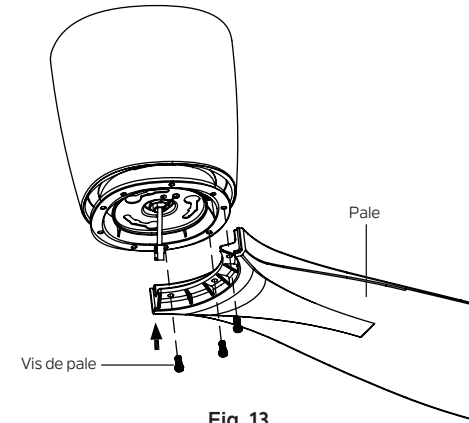

Fig. 13
**Étape 1 :** Fixez les pales du ventilateur au volant à l'aide des vis des pales et serrez-les fermement. (Fig.13)